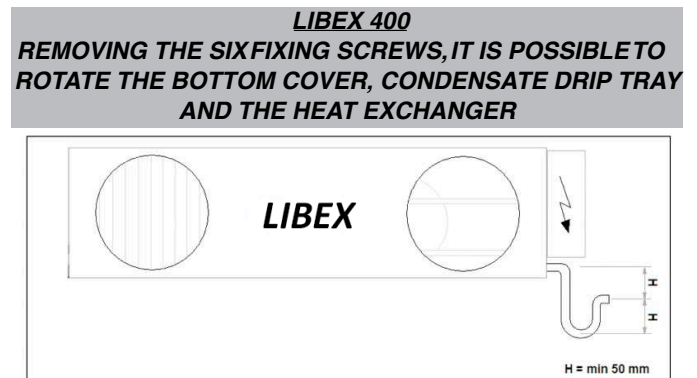

fig. 5
- Le unità sono tutte dotate di vasca raccogli condensa in lamiera zincata (fig.5).
- The units are all equipped with condensate drip tray made of galvanized metal sheet (fig.5).